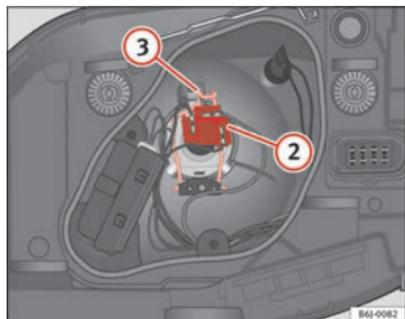

Abb. 143 Abblend- / Fernlicht bei Einfachscheinwerfer
- Ziehen Sie den Stecker ⇒ Abb. 143 (2) von der Lampe ab.
- Nehmen Sie die Haltefeder ⇒ Abb. 143 (3) durch Eindrücken und Rechtsdrehung ab.